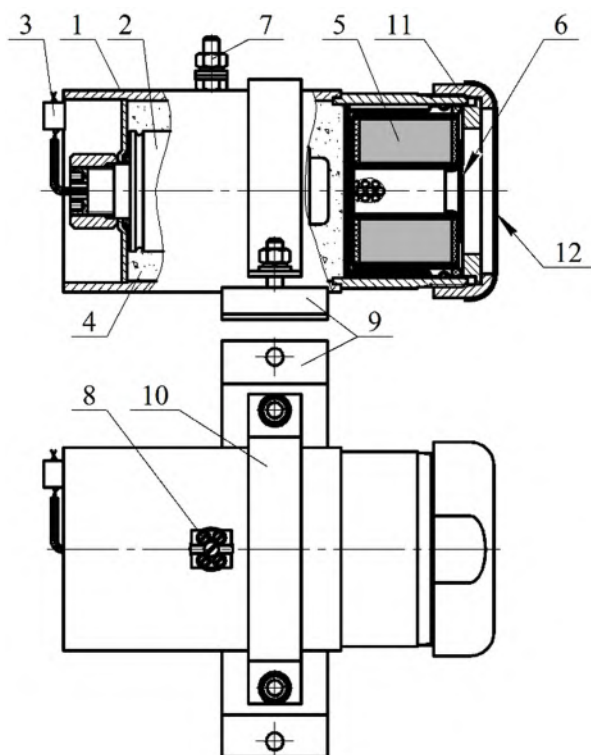
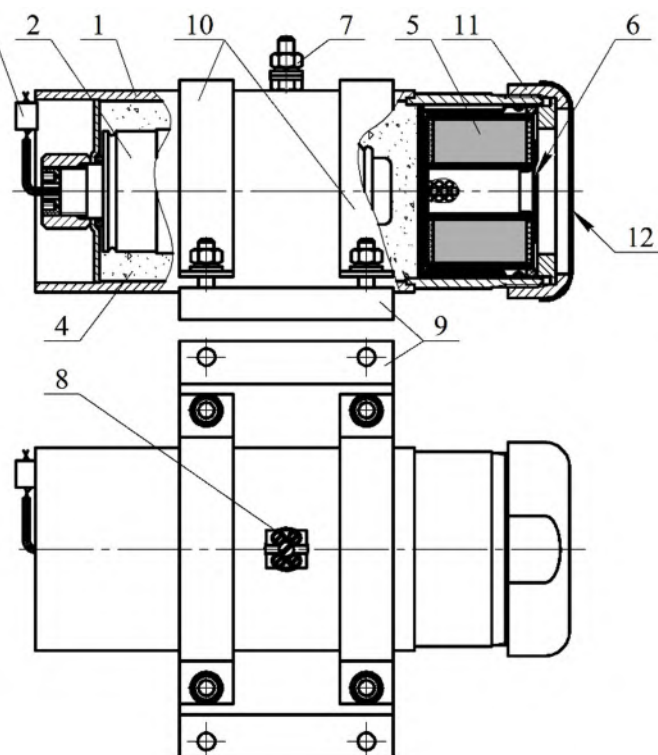

Рисунок 1
Рисунок 2
4.1 ГГПТ-0,25 (см. рисунок 1) и ГГПТ-0,5 (см. рисунок 2) имеют одинаковую конструкцию и отличаются только массогабаритными характеристиками. ГГПТ (см. рисунки 1, 2) состоит из корпуса **1**, в котором размещен газогенерирующий элемент **2** с элементом электропусковым **3**. Свободный объем корпуса **1** заполнен таблетками охладителя **4**. Для очистки ГОТВ от механических примесей в генераторе установлен фильтр-сепаратор **5**. Выходное отверстие фильтра-сепаратора заглушено самоклеящейся пленкой ПВХ **6**. ГГПТ, предназначенный для стационарных объектов, имеет заземляющий зажим **7**, а генератор, предназначенный для транспортных средств, снабжен соединительной коробкой (зажимом контактным винтовым) **8** для соединения пусковой линии с элементом электропусковым **4**. ГГПТ снабжён кронштейном **9**, к которому при помощи одного хомута **10** (см. рисунок 1) или двух хомутов **10** (см. рисунок 2) поджат генератор. Для компенсации воздействия вибрации на корпус генератора контактные с ГГПТ поверхности кронштейна **9** и хомута **10** оснащены резиновыми прокладками. Для исключения разрушения самоклеящейся пленки ПВХ **6** при транспортировании, хранении и монтаже отверстие гайки **11**
6.3 Установить генератор в кронштейне **9** и закрепить ГГПТ-0,25 одним хомутом **10** (см. рисунок 1) или ГГПТ-0,5 двумя хомутами **10** (см. рисунок 2) при помощи соединений болт-гайка. ГГПТ допускается устанавливать под любым углом. Снять самоклеящуюся пленку **12** (см. рисунки 1, 2) с гайки **11**.